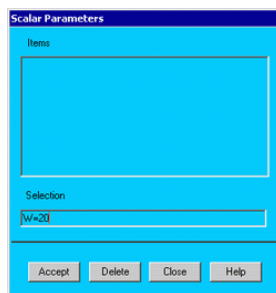

Рисунок 16 – Вікно задання скалярних параметрів
- у вікні (рис. 16) ввести **W=20** в ‘Selection’;